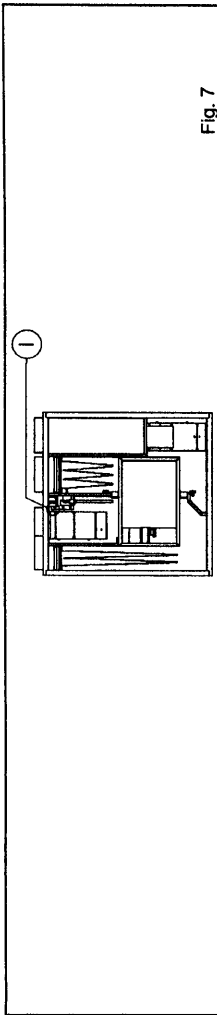

Fig. 7
### N FEILSØKING (Fig. 7)
- b) Kontroller om branntermostat er slått ut. Resettes med trykk på rød bryter "I" i aggregatet (fig 7).
### S FELSØKING (Fig. 7)
- b) Kontrollera om brandtermostat har löst ut. Återställ genom att trycka in röd knapp "I" i aggregatet (fig 7).
### D FEHLERSUCHE (Fig. 7)
- b) Prüfen Sie, ob der Brandschutzthermostat ausgelöst hat. Wenn ja drücken Sie Taste "I" im Gerät (fig 7).
### GB TROUBLESHOOTING (Fig. 7)
- b) Check if fire thermostat is still alert. If necessary, reset by pressing the red button "I" in the unit (fig 7).